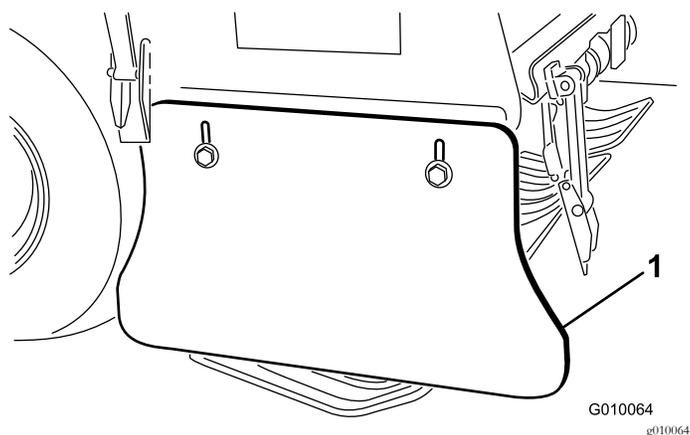

Рисунок 62
2. Ослабьте болты и зажимные гайки крепления боковых щитков к раме (Рисунок 62).